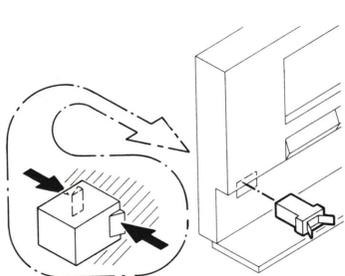

Fig.12
14. Démontage du verrou du volet de la façade (06.2) Appuyer sur les deux languettes latérales et retirer le verrou vers l'avant (fig.12)